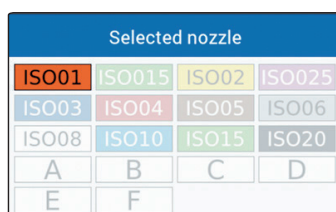

Fig. 245
- Välj ett munstycke från listan (Fig. 245). Datan indikerar vilka munstycken som är installerade på rampens sprutpunkter.